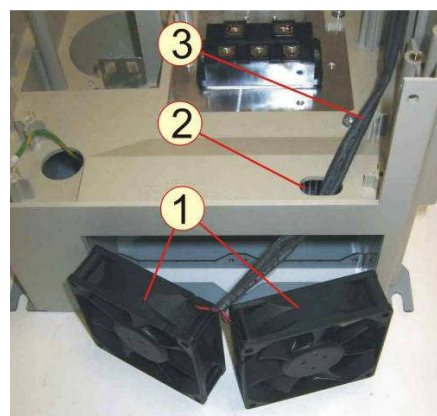

Рис.6.22
6.12.3 Снять вентиляторы 1, протянув кабели 3 через отверстие 2 корпуса (рис.6.22). Расплести скрученные кабели. Положить вентиляторы в тару.